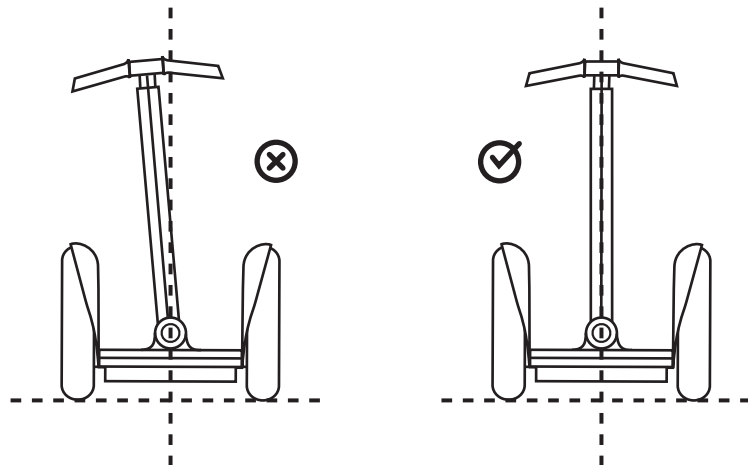

Figura 5. Centrare il montante LeanSteer
8. Prima di serrare le viti, verificare che il manubrio sia diritto e centrato e, qualora non lo sia, regolare il montante LeanSteer in modo da raddrizzarlo. Vedere la Figura 5.